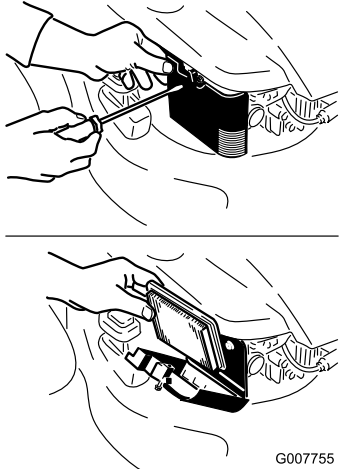

Figura 23
2. Abra la tapa del filtro de aire y retire el filtro de aire usado (Figura 23).